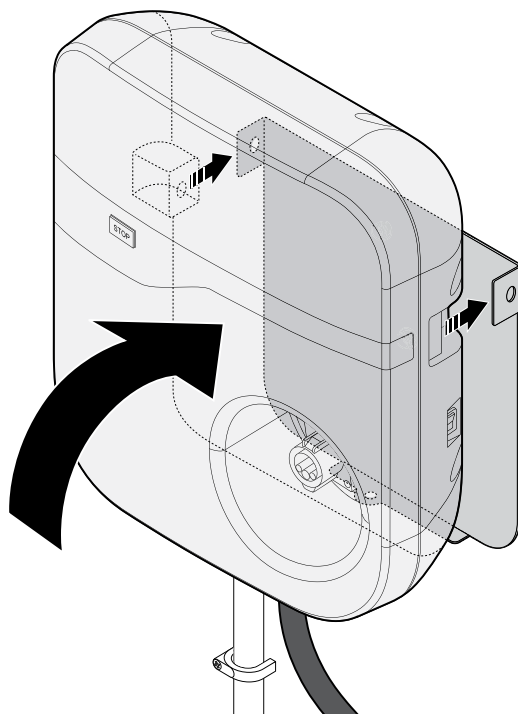

Figure 4-5. Alignement de la station de charge sur le support de montage
5. Voir la Figure 4-5. Alignez les orifices de vis du support de montage avec la station de charge de niveau 2.